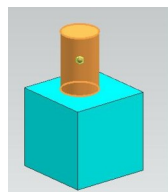

Рис.140
- В ответ появляется диалоговое окно (рис.138). В поле «Выбрать элемент» нужно указать размножаемую часть детали (зеленый цилиндр). Обязательно проследите за тем, чтобы в *панели выбора*, в левом окошке при этом обязательно стояла опция «**Элемент**» (рис.139). В этом случае система правильно отреагирует на указание курсором на зеленый цилиндр (рис.140).